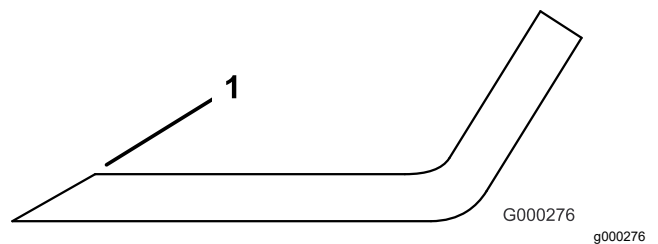

Bild 125
3. Prüfen Sie die Schnittkanten aller Messer und schärfen die Kanten, wenn sie stumpf sind oder Kerben haben (Bild 125).
Hinweis: Schärfen Sie nur die Oberseite der Schnittkante und behalten Sie den ursprünglichen Schnittwinkel bei, um die Schärfe des Messers zu gewährleisten (Bild 125). Das Messer bleibt ausgewuchtet, wenn Sie die gleiche Menge Metall von beiden Schnittkanten entfernen.